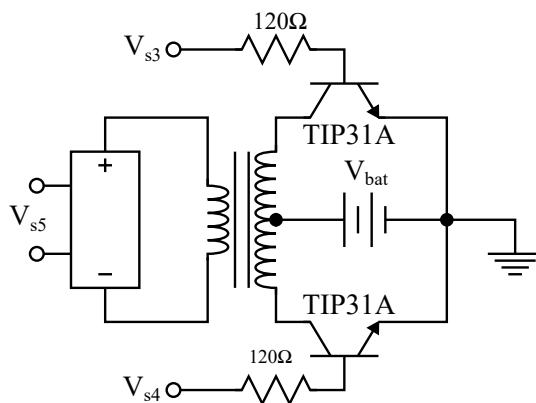
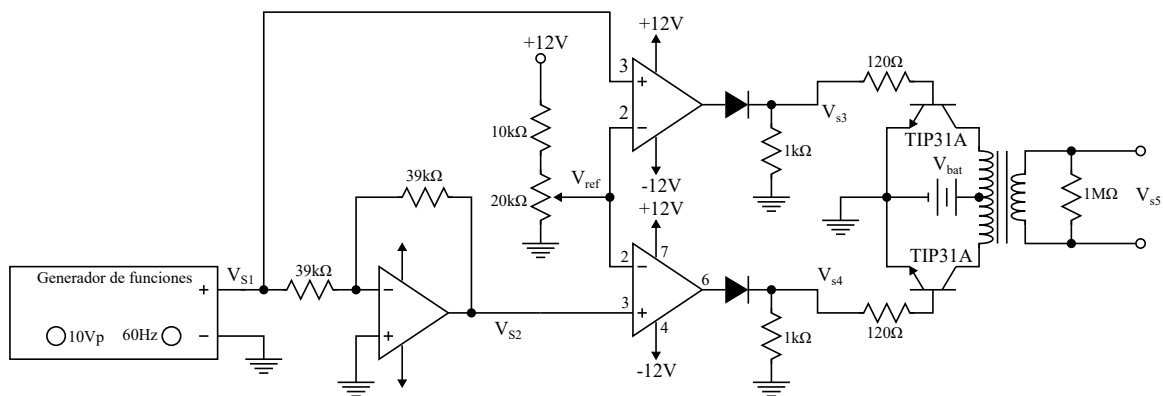

Fig. 7.3
Fig. 7.4
- Dibujar en papel milimétrico las señales que se esperan obtener en las salidas V_{s1} a V_{s4} del circuito de la Fig. 7.4, para un voltaje de referencia (V_{ref}) de 2.5 V, acotándolas debidamente.
4. Arme el circuito la Fig. 7.3, conecte las salidas V_{s3} y V_{s4} a las bases de los transistores como se indica. El circuito final se muestra en la Fig. 7.4.